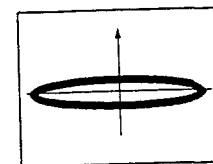

Fig. 2
- Régler la réfraction avec précision de manière que l'amplitude de l'axe Y de la courbe de Lissajous soit minimisée. (Fig. 2)
- Ouvrir à nouveau la boucle d'asservissement TRKG et observer la courbe de Lissajous pour vérifier que l'amplitude de l'axe Y est au minimum. (Fig. 2)